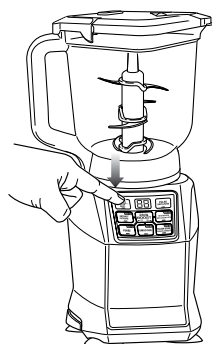

Fig. 6
- 11 Sélectionnez la vitesse ou le programme Auto-iQ qui convient le mieux à vos besoins. Le programme Auto-iQ arrêtera automatiquement l'appareil à la fin du programme. (Fig. 6)